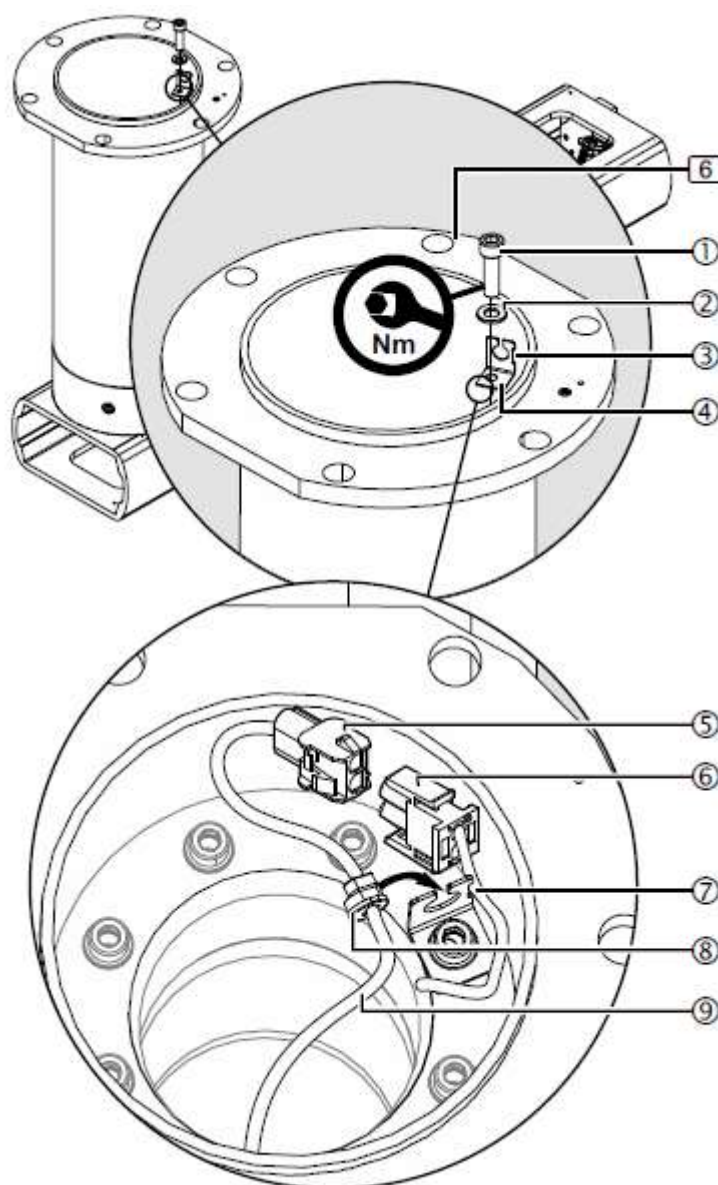

Abb.30 Montage des Spannungsentlastungsmechanismus
Abbildung 30 zeigt eine vereinfachte Darstellung nur mit dem Motorarm 4 und dem Auslegerarm mit Motorarm (5) ohne vormontierte Kabel.
- Setzen Sie eine Zylinderschraube M10 x 25 mm ① oder eine Zylinderschraube M10 x 30 mm ① und eine Sicherungsscheibe S10 ② in die Kabeldurchführungshalterung ④ ein.
- Setzen Sie die Kabeldurchführungshalterung ④ so auf das Deckenrohr 6, dass die Aussparung ③ der Kabeldurchführungshalterung ④ zur Wand des Deckenrohrs zeigt.
- Setzen Sie das vorkonfektionierte Kabel ⑦ in die Aussparung ③ der Kabeldurchführungshalterung ④ ein.
- Schrauben Sie die Kabeldurchführungshalterung ④ mit der Zylinderschraube ① und der Sicherungsscheibe ② am Motorarm (4), am Verlängerungsarm mit Motorarm (5) oder am XL-Verlängerungsarm mit Motorarm (5) fest.
- Achten Sie darauf, dass das Kabel ⑦ nicht zu fest sitzt.
- Stellen Sie die Steckverbindung ⑤/⑥ mit dem im Lieferumfang enthaltenen Steuerkabel ⑨ her und schieben Sie dann den Zugentlastungsmechanismus ⑧ in die Zugentlastungshalterung ④.
- Überprüfen Sie, ob der Zugentlastungsmechanismus ⑧ richtig sitzt:
- Das Steuerkabel ⑨ muss sicher in der Zugentlastungsvorrichtung ④ entlastet werden.
- Führen Sie das Steuerkabel ⑨ durch das Deckenrohr (6) und den Motorarm (4) oder den Auslegerarm mit Motorarm (5) oder den XL-Auslegerarm mit Motorarm (5) zur Verteilerplatte.